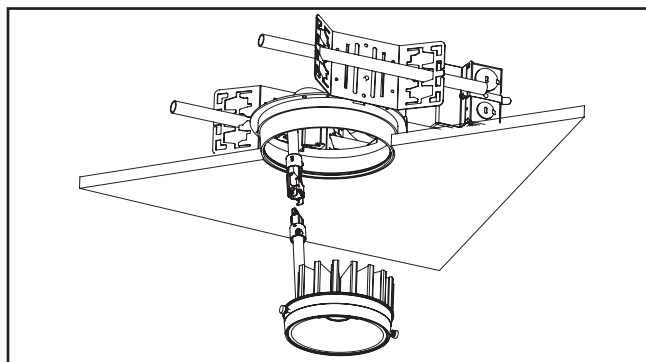

Figura 5.
- Extraiga el motor de la luminaria LED del embalaje protector. Alinee las partes superior e inferior de la desconexión Powerplug® de la luminaria y empújelas juntas. Asegúrese de bloquear el gancho palanca de la desconexión Powerplug® de la luminaria (Figura 5.).